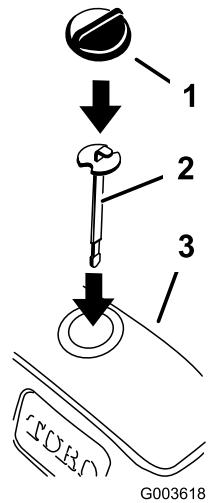

Figura 37
3. Inserte la varilla nueva y compruebe el nivel del fluido hidráulico (Figura 37).